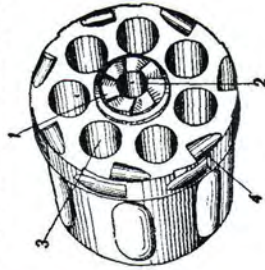

Рис. 18. Барабан (вид сзади):
19. Барабан (рис. 18) с семью камерами слу-